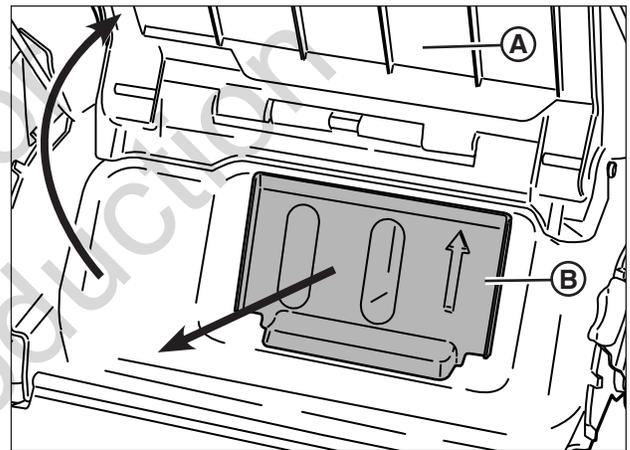

Figure 12: Retrait de l'obturateur de déchetage
1. Lever la trappe d'éjection arrière (A, Figure 12).
2. Retirer l'obturateur de déchetage (B) de la goulotte d'éjection arrière.